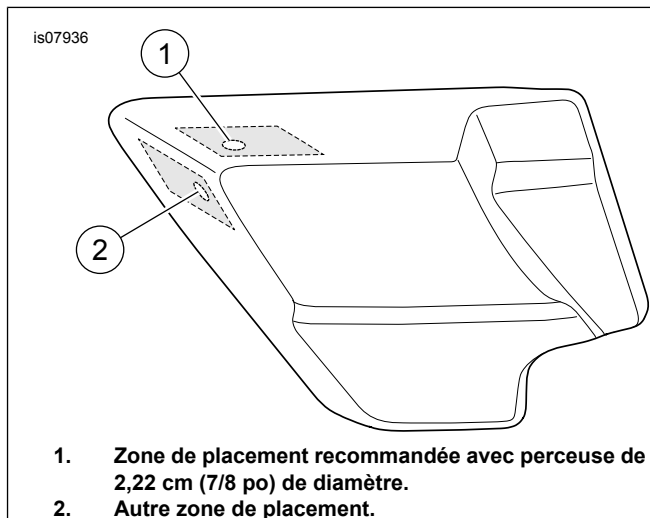

Figure 1. Capot latéral gauche
- a. Trouver un emplacement approprié sur l'un ou l'autre des couvercles latéraux pour installer la prise d'alimentation. Utiliser les zones d'emplacement indiquées dans Figure 1 . La surface supérieure près du coin avant est recommandée. Un autre emplacement est également noté sur la partie latérale avant dans Figure 1 ; il est toutefois possible que celle-ci ne soit pas disponible dans plusieurs cas en raison du dégagement de l'échappement.